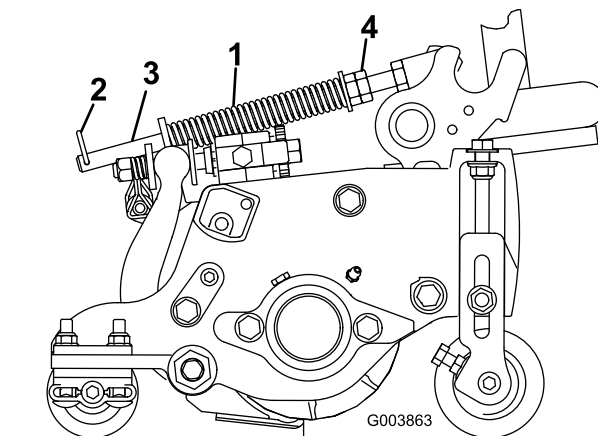

Figura 13
2. Aperte as porcas sextavadas na extremidade dianteira da haste da mola até que o comprimento comprimido da mola seja 12,7 cm nas unidades de corte de 5 polegadas Reelmaster 5210 e 5410, ou 15,9 cm nas unidades de corte de 7 polegadas Reelmaster 5510 e 5610 (Figura 13).
A mola de compensação de relva (Figura 13) transfere peso do cilindro dianteiro para o cilindro traseiro. (Isto ajuda a reduzir o efeito ondulado na relva, também conhecido como ondulação ou "bobbing".)
1. Certifique-se de que o contrapino do gancho está instalado no orifício traseiro na haste da mola (Figura 13).